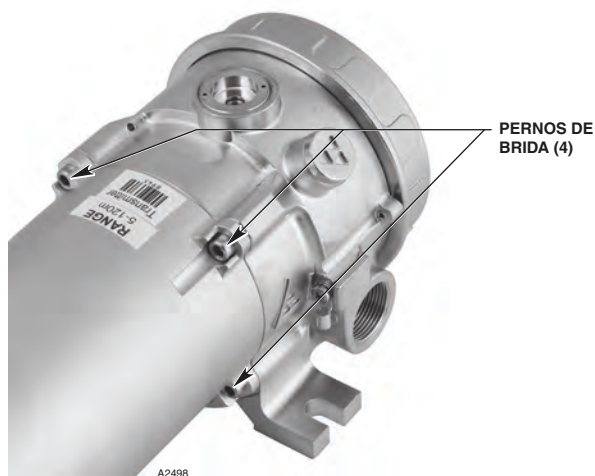

Figura 22. Ubicación de los pernos de brida
2. Retire los cuatro pernos de acero inoxidable por medio de una llave hexagonal de 4 mm. Consulte la figura 22. Tenga la precaución de sostener adecuadamente el módulo cuando quite el último perno.